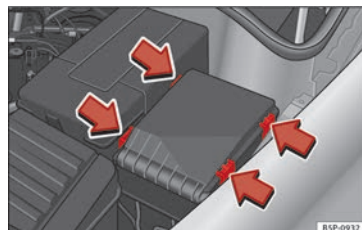

Fig. 174 En el vano motor: tapa de la caja de fusibles.
- Presione las pestañas de bloqueo en el sentido que indican las flechas para desbloquear la tapa de la caja de fusibles » fig. 174.